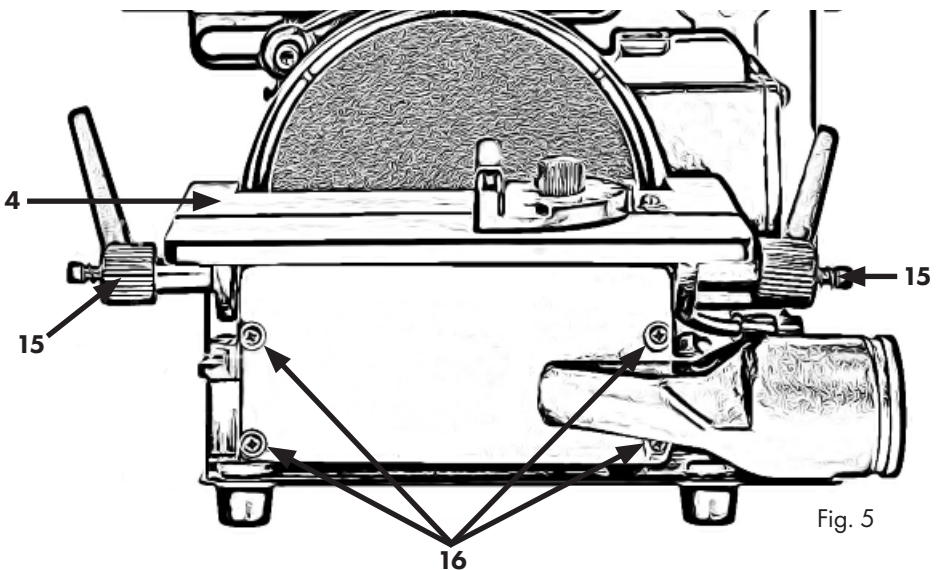

Fig. 5
Schuif de schuurtafel van de vlakschuurmachine (4) met de hulpstukken in de uitsparing op de machine. Druk de slijptafel omhoog tot de gaten uitgelijnd zijn en zet hem dan aan beide kanten vast met de klemschroeven en ringen (15). (Afb. 5)